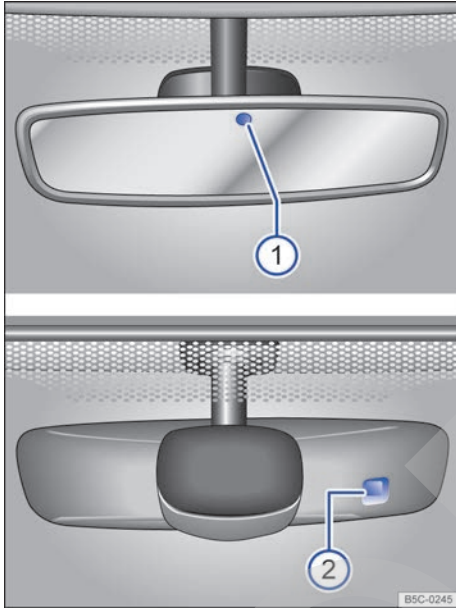

Fig. 96 En el parabrisas: retrovisor interior antideslumbrante automático.
Con el encendido conectado, los sensores miden la incidencia de la luz por detrás → fig. 96 ❶ y por delante ❷.